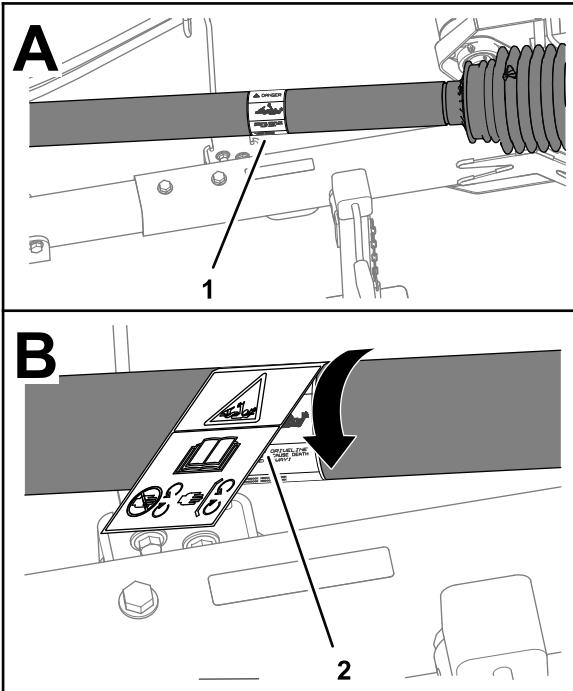

Bild 3
1. Drehen Sie den Wellenschutz, um Zugang zum vorhandenen Aufkleber für Einzugsgefahr zu erhalten (Bild 3)
4. Platzieren Sie den CE-konformen Sicherheitsaufkleber für Einzugsgefahr über dem vorhandenen Aufkleber (Bild 3).